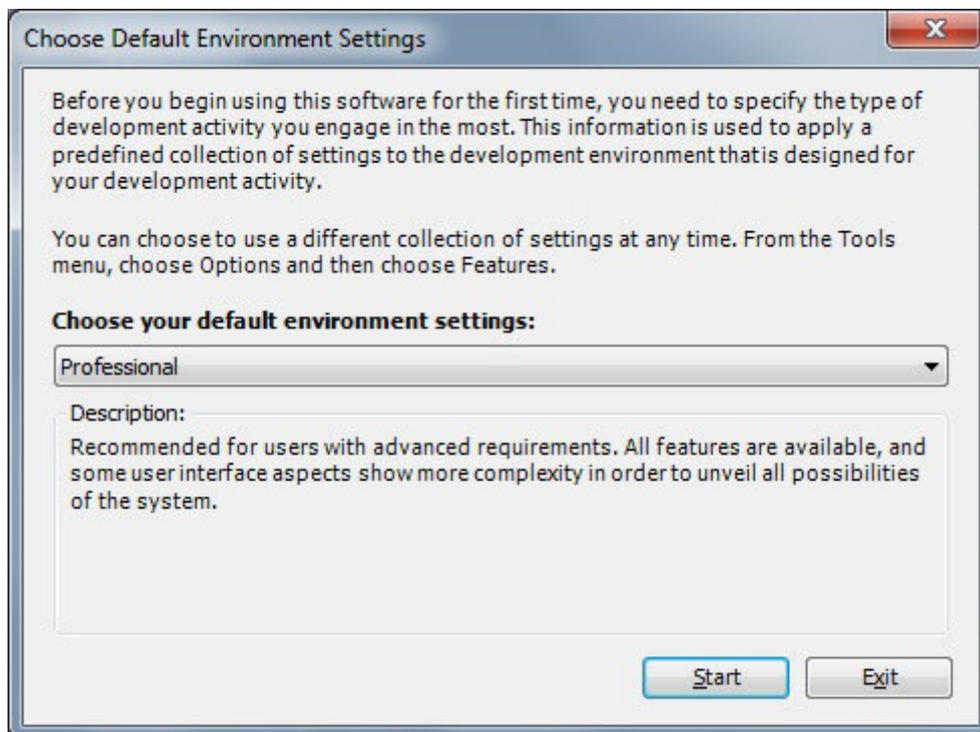

Рисунок 2.5 – Выбор параметров среды по умолчанию
**ВАЖНО!** Во время первого запуска системы разработки *CoDeSys* появляется окно, в котором предлагается *выбрать параметры среды по умолчанию* (*Choose your default environment settings*). Необходимо выбрать **профессиональный** профиль (*Professional*) (рисунок 2.5), так как он является наиболее универсальным и обладает возможностями, которые недоступны стандартному профилю. После выбора нажать кнопку «*Start*».